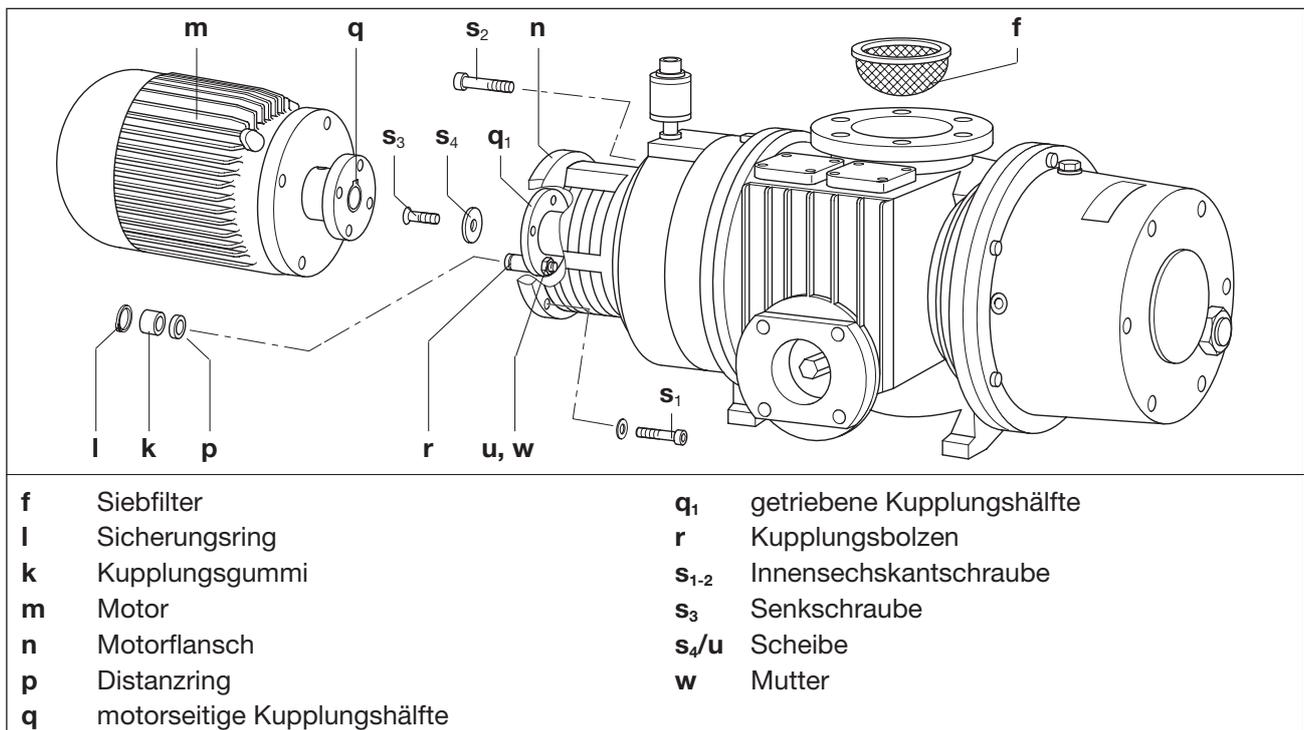

Abb. 9 Siebfilter und Kupplung VWP 500-1500
Der Siebfilter (Abb. 9/f) ist je nach Verunreinigung des abgesaugten Mediums mehr oder weniger oft durch Auswaschen zu reinigen oder zu ersetzen.
- Den Siebfilter (Abb. 9/f) entnehmen und reinigen.
Die Kupplungsgummis (Abb. 9/k) unterliegen einem Verschleiß und müssen regelmäßig (mindestens 1 x pro Jahr) überprüft werden. Verschlossene Kupplungsgummis machen sich durch ein schlagendes Geräusch beim Anlauf der Pumpe bemerkbar.
- Hebezeug am Motor (Abb. 9/m) befestigen (z. B. mit Rundschlinge oder Hebebändern).
- Schrauben (Abb. 9/s₁) am Motor (Abb. 9/m) lösen.
- Motor mit motorseitiger Kupplungshälfte (Abb. 9/q₁) vom Motorflansch (Abb. 9/n) axial abziehen und mittels Hebezeug aufhängen.
- Schrauben (Abb. 9/s₂) am Motorflansch (Abb. 9/n) lösen und Motorflansch entfernen.
- f) Kupplungsgummis überprüfen. Sind die Kupplungsgummis (Abb. 9/k) beschädigt, Sicherungsringe (Abb. 9/l) vom Kupplungsbolzen (Abb. 9/r) abnehmen und Kupplungsgummi (Abb. 9/k) austauschen. Distanzring (Abb. 9/p) belassen.
- g) Die Kupplungsbolzen (Abb. 9/r) überprüfen und eventuell auswechseln. Dazu die Senkschraube (Abb. 9/s₃) lösen und mit Scheibe (Abb. 9/s₄) entfernen. Mit einem geeigneten Abzieher die getriebene Kupplungshälfte (Abb. 9/q₁) vom Drehkolben abziehen. Die Muttern (Abb. 9/w) mit Scheiben (Abb. 9/u) lösen und die Kupplungsbolzen austauschen.
- h) Die Kupplungsbolzen (Abb. 9/r) wieder mit Scheiben (Abb. 9/u) und Muttern (Abb. 9/w) montieren.
- i) Getriebene Kupplungshälfte (Abb. 9/q₁) auf den Drehkolben aufschieben und mit Scheibe (Abb. 9/s₄) und Senkschraube (Abb. 9/s₃) befestigen.
- j) Motorflansch (Abb. 9/n) montieren und mit den Schrauben (Abb. 9/s₂) befestigen. Anzugsmoment: VWP 500 = 10 Nm, VWP 1000-1500 = 23 Nm
- k) Motor (Abb. 9/m) mit motorseitiger Kupplungshälfte (Abb. 9/q) axial aufschieben und mit den Schrauben (Abb. 9/s₁) am Motorflansch (Abb. 9/n) befestigen. Anzugsmoment: VWP 500 = 23 Nm, VWP 1000-1500 = 46 Nm
- b) Hebezeug am Motor (Abb. 9/m) befestigen (z. B. mit Rundschlinge oder Hebebändern).
- c) Innensechskantschrauben (Abb. 9/s₁) am Motor (Abb. 9/m) lösen.
- d) Motor mit motorseitiger Kupplungshälfte (Abb. 9/q) vom Motorflansch (Abb. 9/n) axial abziehen und mittels Hebezeug aufhängen.
- e) Innensechskantschrauben (Abb. 9/s₂) am Motorflansch (Abb. 9/n) lösen und Motorflansch entfernen.
- g) Die getriebene Kupplung (Abb. 9/q₁) mit einem geeignetem Abzieher vom Drehkolben abziehen.
- i) Verschlusschraube (Abb. 9/K₁) lösen und Öl aus der Ölkammer auf der Antriebsseite ablassen.
- r) Getriebene Kupplungshälfte (Abb. 9/q₁) auf den Drehkolben aufschieben und mit Scheibe (Abb. 9/s₄) und Senkschraube (Abb. 9/s₃) befestigen.
- s) Motorflansch (Abb. 9/n) montieren und mit den Schrauben (Abb. 9/s₂) befestigen.
- t) Motor (Abb. 9/m) mit motorseitiger Kupplungshälfte (Abb. 9/q₁) axial aufschieben und mit den Schrauben (Abb. 9/s₁) am Motorflansch (Abb. 9/n) befestigen.
- r) Verschlusschraube (Abb. 9/K₁) schließen.